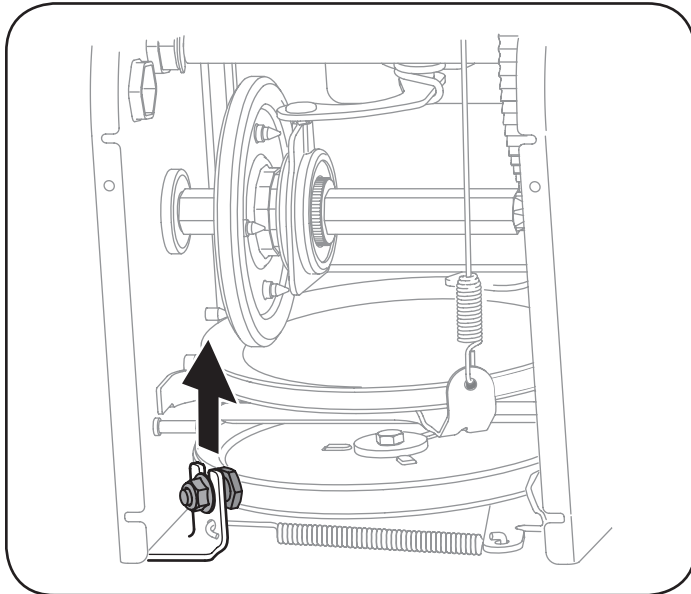
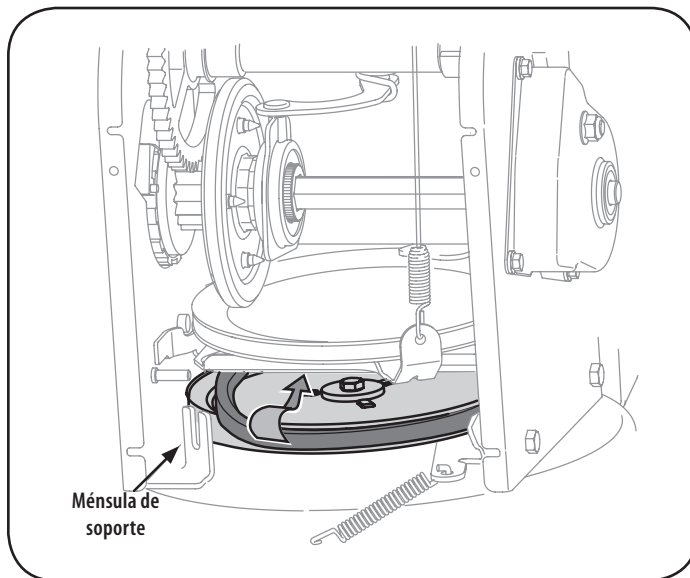

Figura 32
Figura 33
Vea la Figura 33.
8. Retire la correa de alrededor de la polea de la barrena y deslice la misma entre la ménsula de soporte y la polea de la barrena. Vea la Figura 33.
NOTA: NO olvide volver a instalar el tornillo con reborde y volver a conectar el resorte al marco tras instalar una correa de la barrena de repuesto. Vea la Figura 32 y Figura 33.